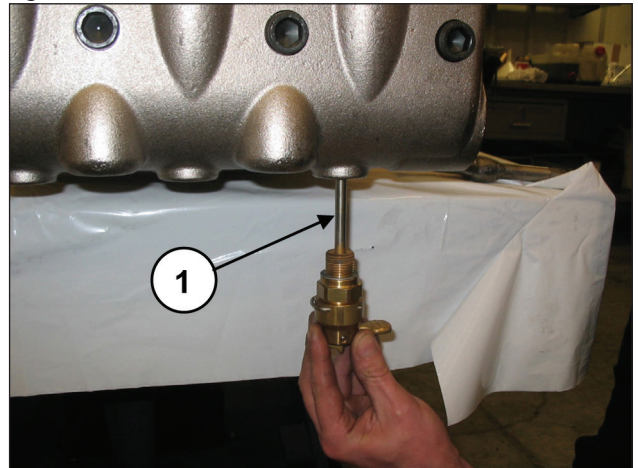
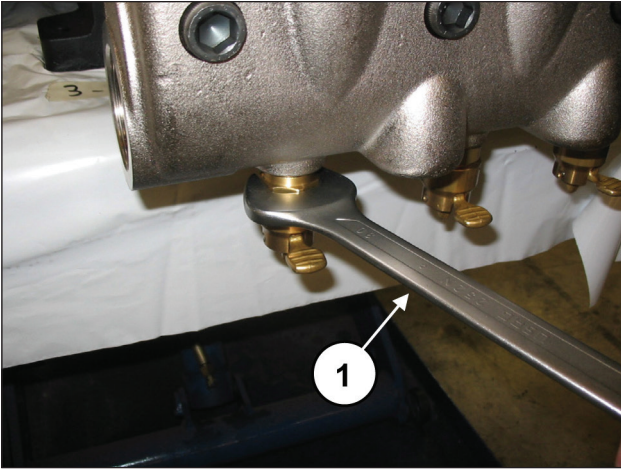

Fig. 119
Fig. 120
Serrer les vis M16x55 du couvercle à l'aide d'une clé dynamométrique, en suivant les indications du chapitre 3. Monter les dispositifs d'ouverture des soupapes (rep. ①, Fig. 119) et les visser à l'aide d'une clé de 30 mm (rep. ①, Fig. 120).